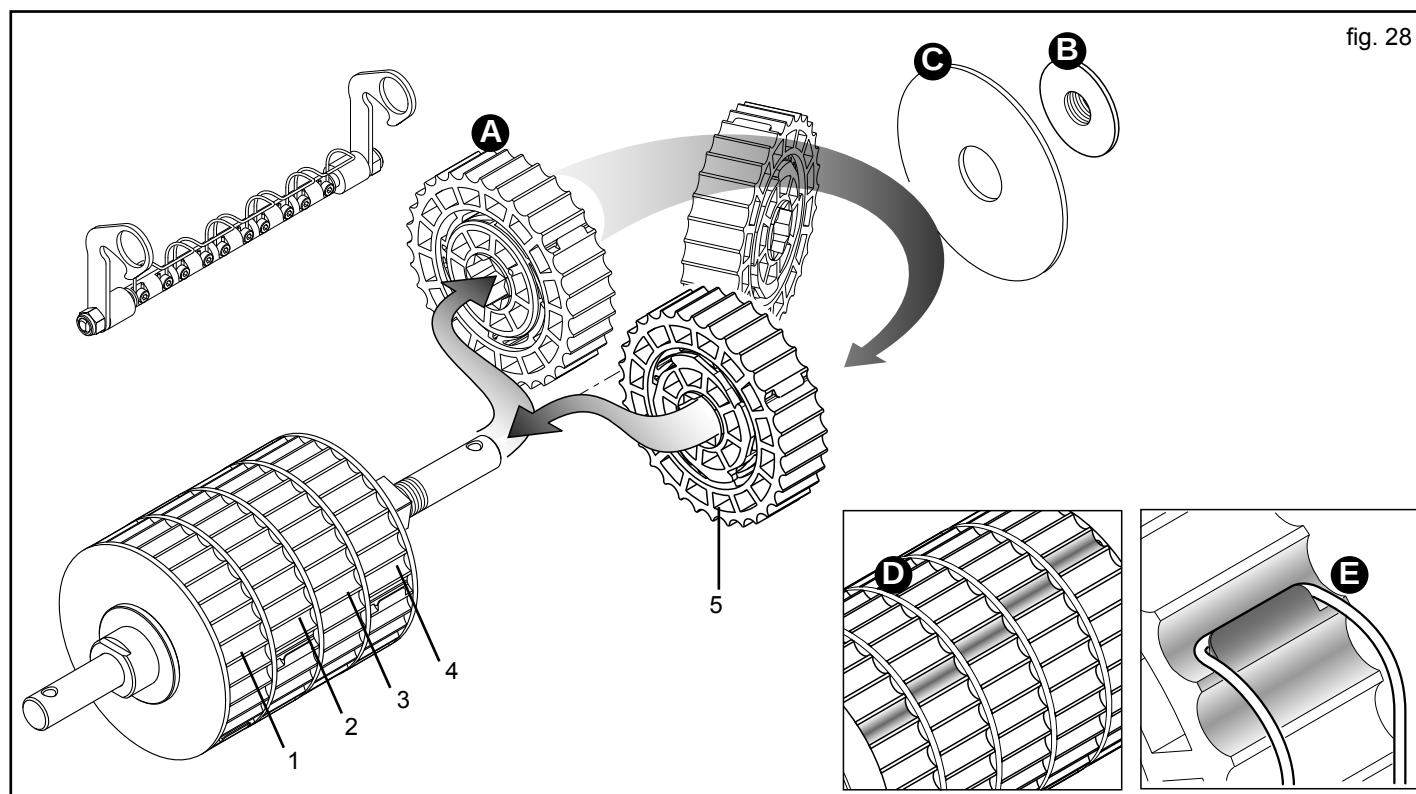

fig. 28
Premesso che ogni settore (A, Fig. 28) distribuisce il 20% di prodotto dell'intero rullo dosatore, è possibile aumentare i settori in lavoro e ridurre rispettivamente la velocità di rotazione del cambio, ottenendo una distribuzione omogenea.
Dopo aver smontato il rullo di dosaggio dall'attrezzatura, svitare il pomello (B, Fig. 28) e togliere la ghiera di bloccaggio (C). Sfilare il settore o i settori da escludere e rimontarli capovolti di 180° **rispettando le posizioni** (1-2-3-4-5, Fig. 28).
Nel rimontare i settori, fare in modo che in condizioni di lavoro quelli attivi presentino le camere sfalsate una dall'altra (D, Fig. 28), per garantire continuità alla distribuzione.
Bloccare l'elemento pulitore nella posizione di lavoro, verificando che le molle non aggancino i settori precedentemente capovolti (E, Fig. 28) impedendone la rotazione e quindi la distribuzione.